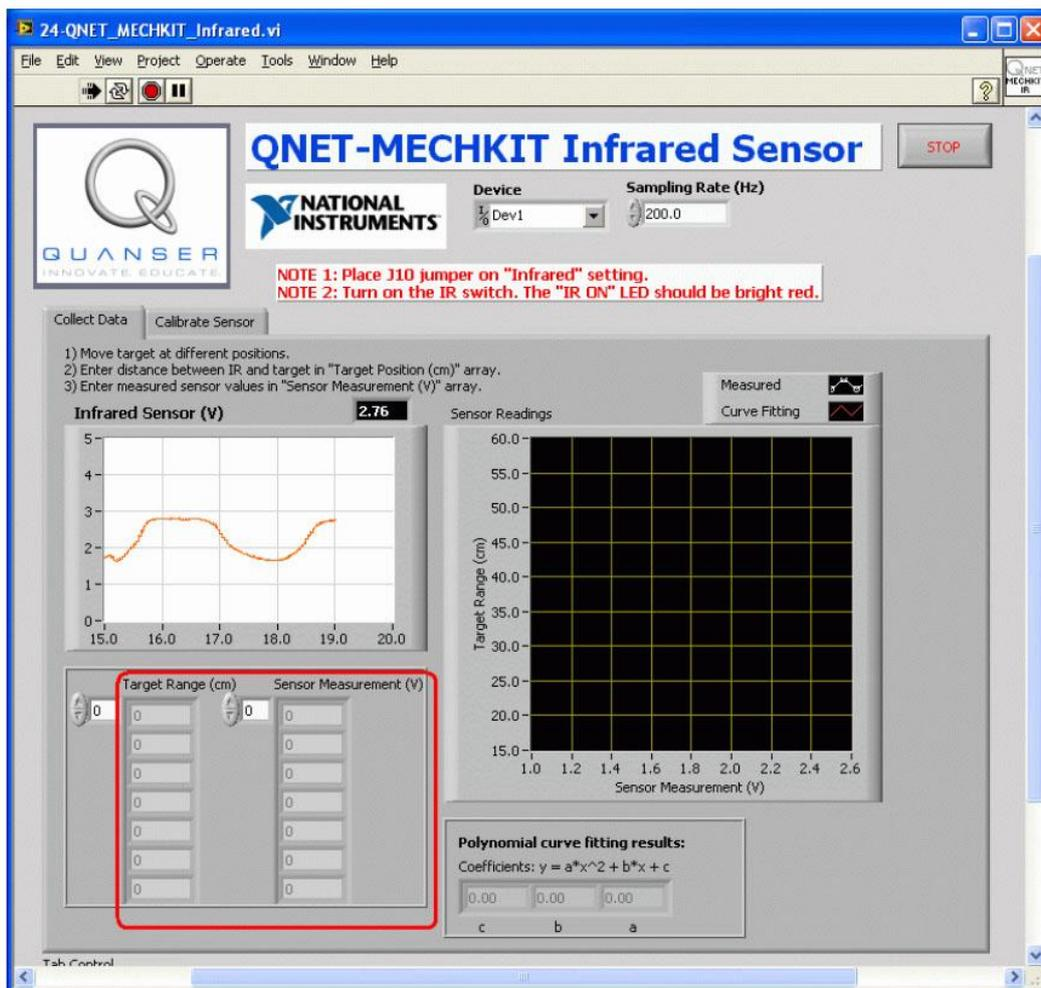

Рис. 40. VI QNET_MECHKIT_Infrared для измерений с помощью ИК-датчика
3. Как только объект попал в рабочий диапазон датчика, введите расстояние между объектом и датчиком в массив *Target Range (cm)* (рисунок 40).
4. Введите соответствующий результат измерения напряжения на выходе датчика в массив *Sensor Measurement (V)* (рисунок 40).